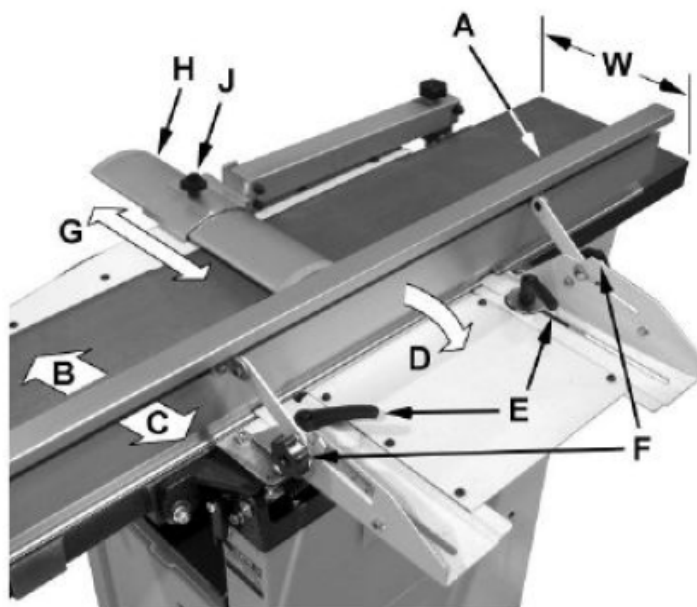

Figura 7
Refiriéndonos a la Figura 7:
6. Levante la mesa de alimentación (G) hasta que entre en contacto con el borde recto (D). El borde recto debe quedar nivelado sobre ambas mesas. Mueva el borde recto hacia la parte posterior de la mesa de salida como se muestra en la Figura 7 y realice la misma prueba. Si el borde recto no está nivelado, se debe ajustar la parte delantera o trasera de una de las mesas para que queden coplanares.